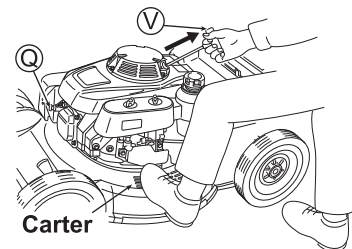

Fig. 12
1. Installez le capuchon de la bougie d'allumage (Q). (Voir Fig. 12)
4. Pour démarrer le moteur, placez un pied sur la pédale du carter, tirez doucement sur la poignée du lanceur (V) et arrêtez temporairement de tirer lorsque vous sentez une certaine résistance du lanceur, puis tirez fortement sur la poignée du lanceur (V) à partir de cette position. Après cela, faites doucement revenir la poignée du lanceur (V) dans sa position initiale. (Voir Fig. 12)